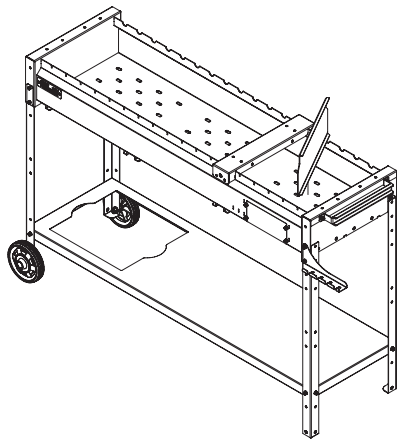

Рис. 22.
- Установить разделитель жаровни (поз. 21), как показано на рис. 22.